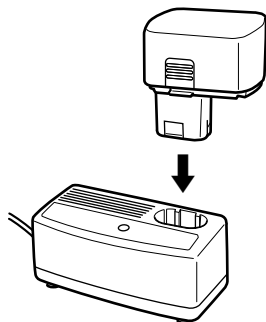

Fig. 2
1. Inserte la batería en el cargador de baterías. Inserte la batería en el cargador de baterías como se muestra en la Fig. 2. Cerciérese de que haya quedado en contacto con la base del cargador de baterías.